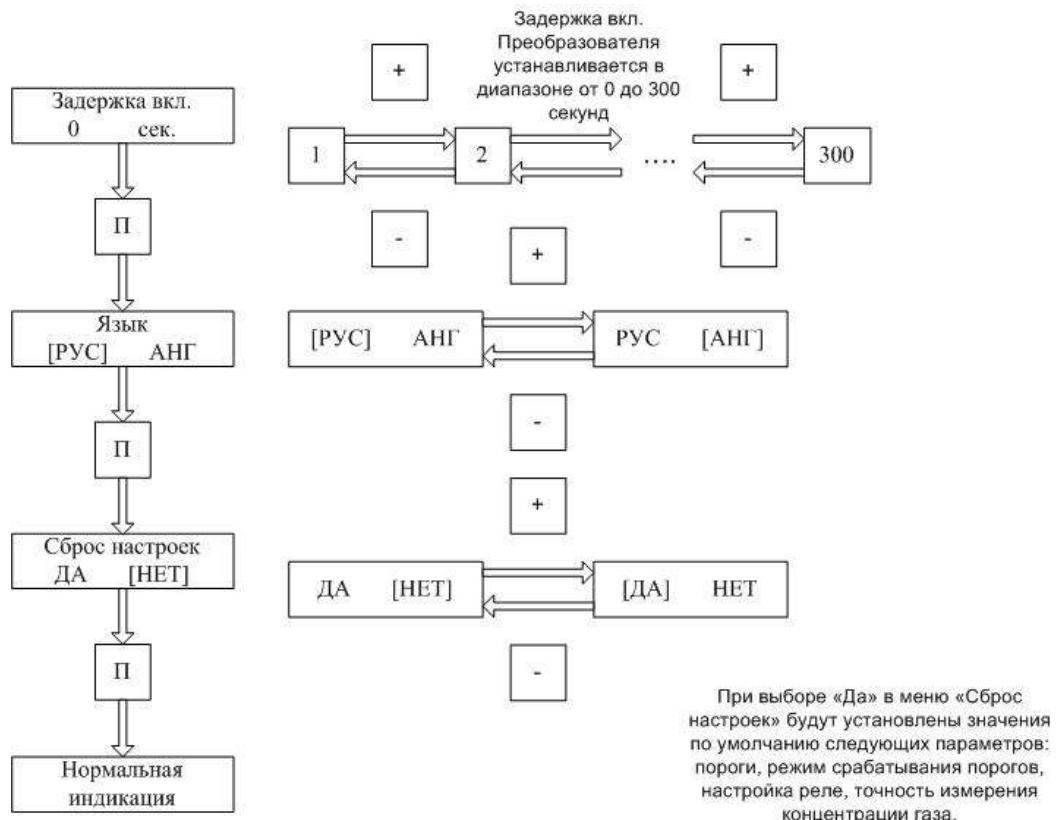
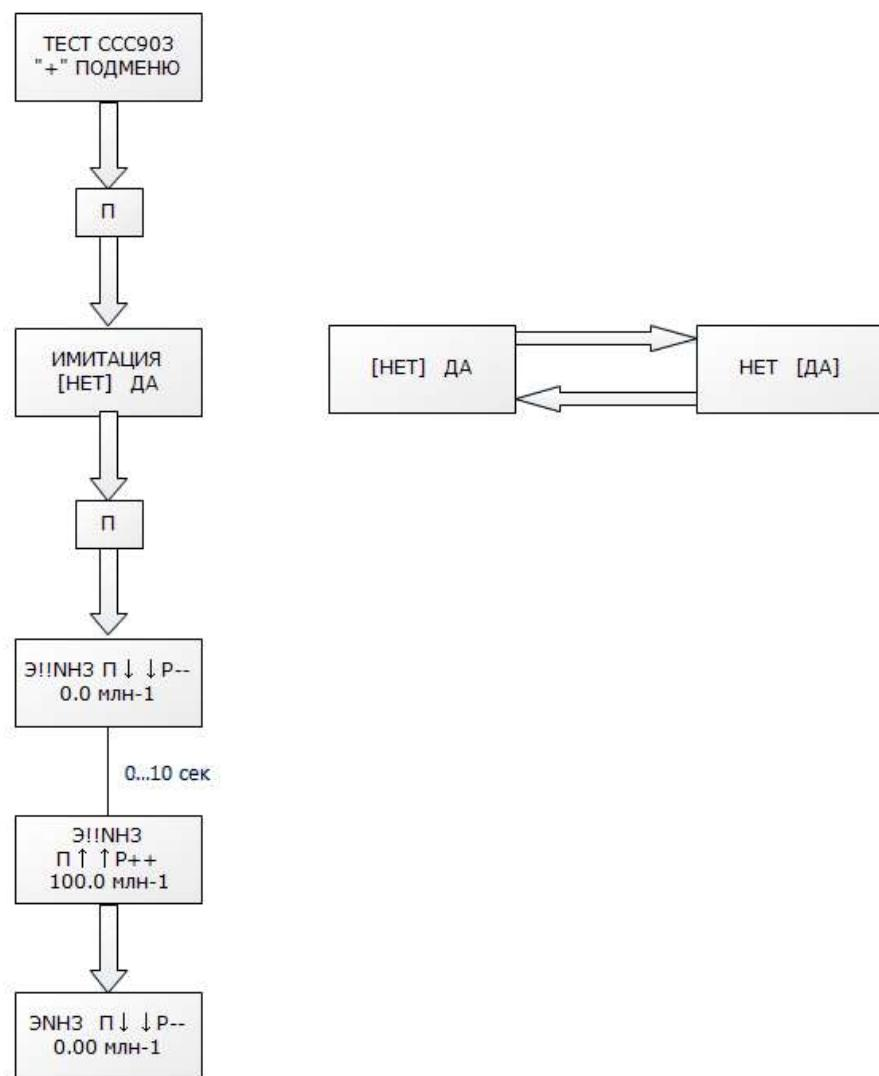

Рисунок 4 – Меню настройки газоанализатора
Рис. 7 – Меню тестирования газоанализатора
6.6.6 Для тестирования работы и точности измерения газоанализатора CCC-903 необходимо выбрать меню «Тест CCC-903» (рисунок 4) после нажатия кнопки «+» попадаем в подменю (рисунок 7):
Параметры настройки связи газоанализатора с системой верхнего уровня можно установить через меню или с системы верхнего уровня. Для настройки связи через меню необходимо выбрать пункт меню «Настройка Modbus» (рисунок 4) и войти в подменю (рисунок 8).